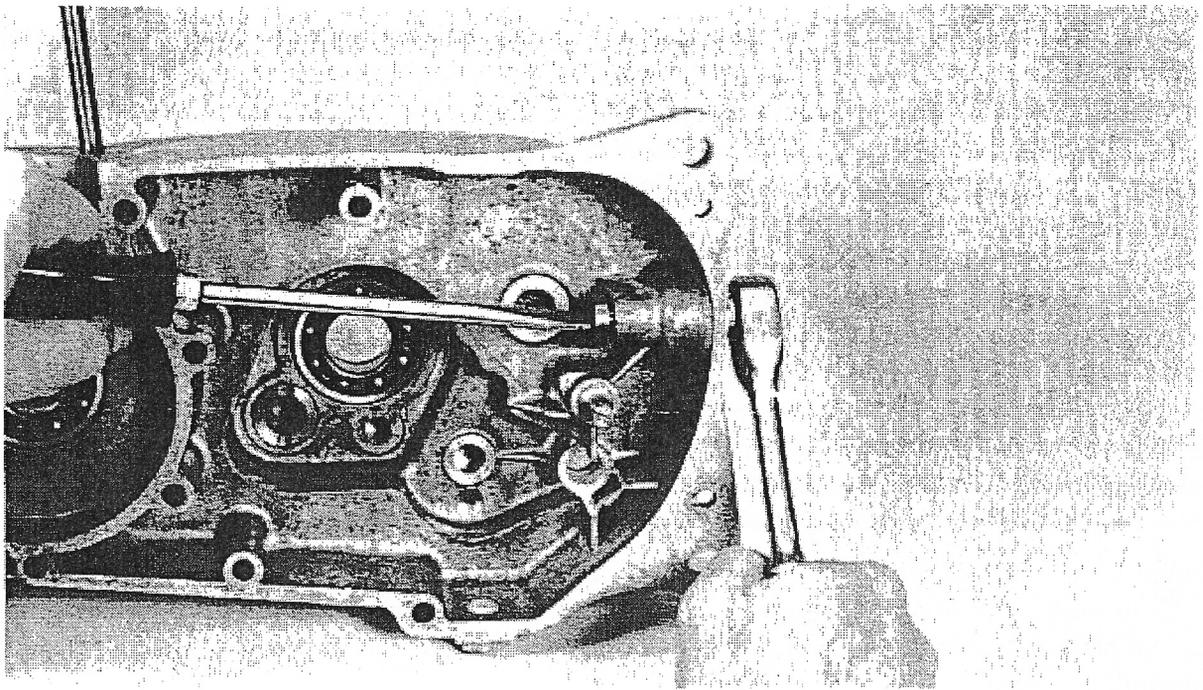

FIG. 50
15. Quita el tornillo de tope del trinquete en el cárter derecho. Está atornillado en la carcasa y apretado por una tuerca de 14 mm a la que se accede por el agujero en el lado exterior del cárter (Fig 50). Aflójalo y quita la tuerca, la arandela de acero y la arandela de fibra. Entonces, desenrosca el tornillo. Comprueba si muestra alguna rotura o signos de fatiga. Si crees que es así, sustitúyelo por uno nuevo. Limpia cuidadosamente las roscas del tornillo, la de la tuerca y la del cárter que los aloja. Pon varias gotas de Loctite en las roscas del tornillo y la tuerca, y atorníllalos al cárter, apriétalo primero solo con los dedos. El final de la cabeza del tornillo debe quedar a 2 mm (0.80") del cárter. Coloca la arandela de fibra, la de acero y la tuerca, apriétala hasta las 20 ft/lbs de presión